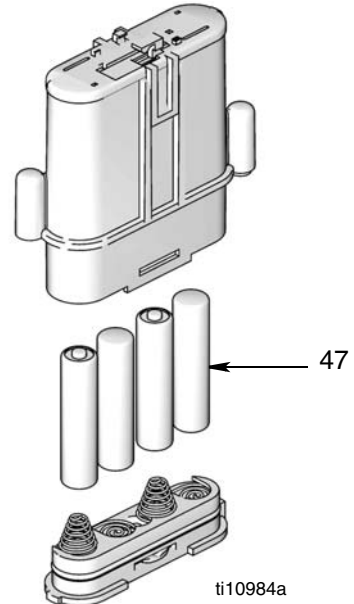

FIG. 28
- Assurez-vous de respecter la polarité lors de l'installation des batteries dans le compartiment des batteries (FIG. 28). L'inversion des batteries peut endommager le compteur.
- Installez de nouvelles piles. Voir FIG. 28 pour l'orientation des batteries.